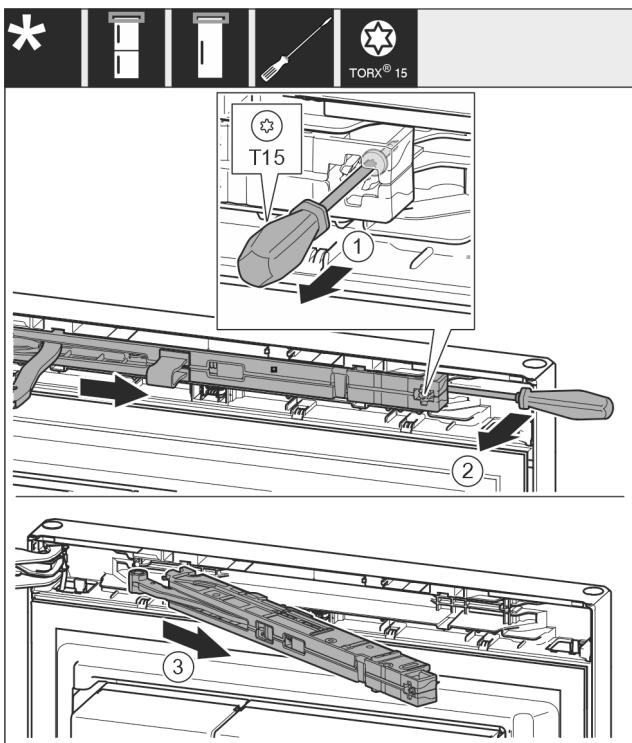

Fig. 11
- ▶ Λύστε τη βίδα Fig. 11 (1) στη μονάδα αποσβεστήρα κλεισμάτων με κατσαβίδι 14 mm.
- ▶ Ξεκουμπώστε τη μονάδα αποσβεστήρα κλεισμάτων Fig. 11 (2) στην πλευρά λαβής με κατσαβίδι προς τα εμπρός.
- ▶ Τραβήξτε έξω τη μονάδα αποσβεστήρα κλεισμάτων Fig. 11 (3).